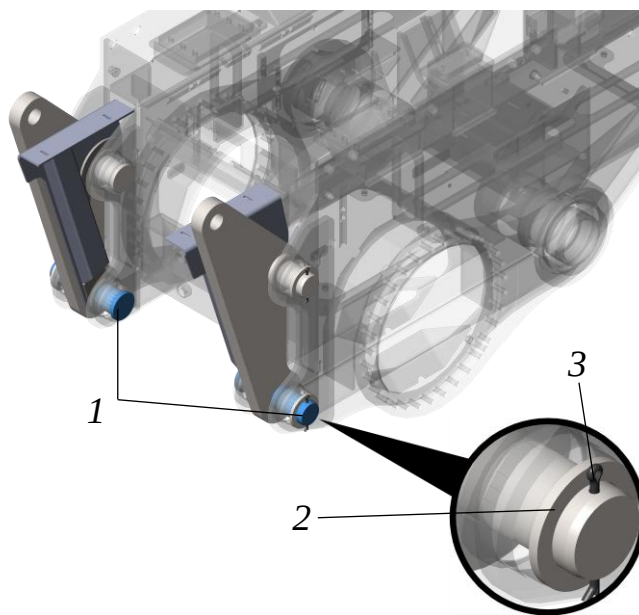

Рисунок 2. Установка стоек площадки (нижняя часть)
- Вытащить нижний палец 1 стойки строповочной, выставить нижнее ухо соосно стойки строповочной и вставить палец обратно. Закрепить положение пальца шайбой 2 и шплинтом 3, см рис. 2.